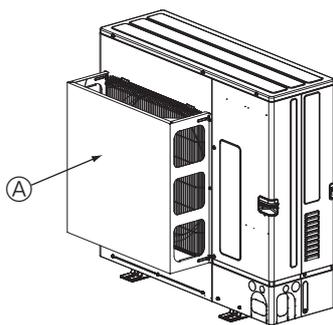

Fig. 2-5
- ② Installare una guida per la bocca di uscita dell'aria opzionale nel caso l'unità venga installata in un luogo dove vento forte causato da tifoni o da fenomeni simili possono penetrare direttamente nella bocca di uscita dell'aria. (Fig. 2-5)